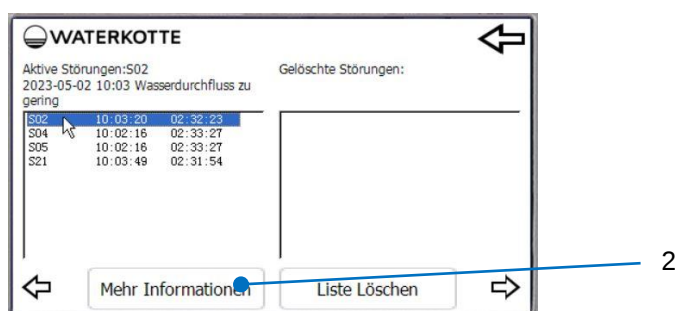
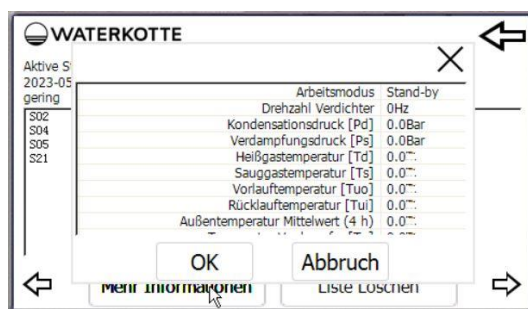

Abbildung 29: Störungen
Abbildung 30: Mehr Informationen
Wenn das System einen Fehler erkennt, wird dieser in der Ansicht (siehe Abb. Abbildung 29) dargestellt. Durch einen Klick auf die Störung wird oberhalb der Liste eine Beschreibung in Klartext mit einem Zeitstempel angezeigt. Betätigen Sie den Button "Mehr Informationen" (2) um die Messwerte zum Zeitpunkt der Fehlereintritts in einer weiteren Information zu checken (siehe Abb. Abbildung 30). Nach Behebung des bekannten Fehlers wird die Liste automatisch gelöscht.